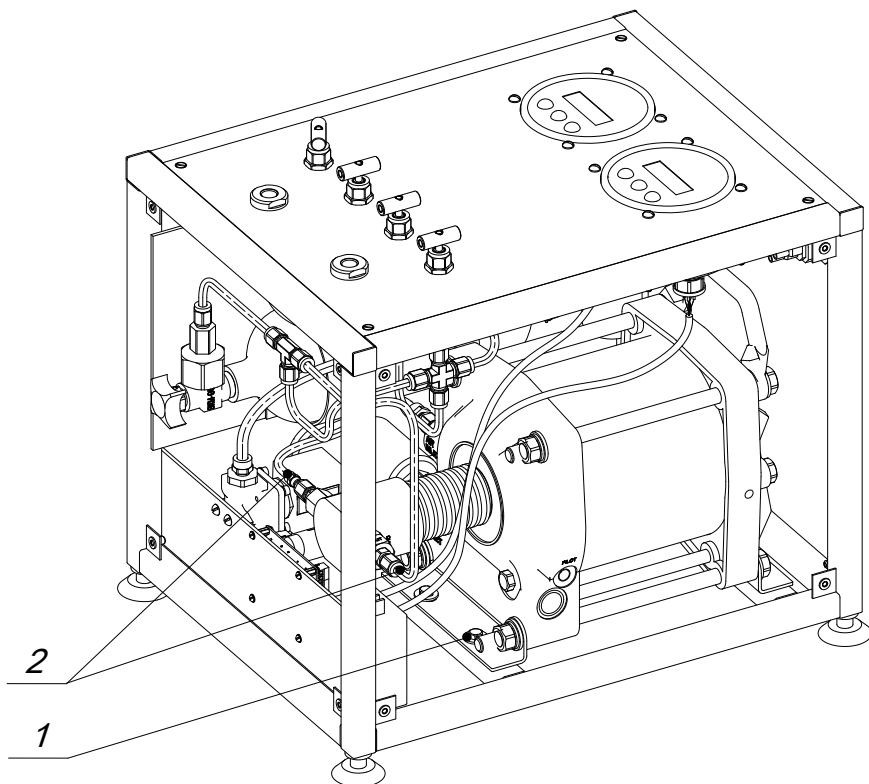

Рисунок 4 – Демонтаж усилителя давления
4.1.6 Демонтаж усилителя давления производить в следующей последовательности (см. рис. 4):